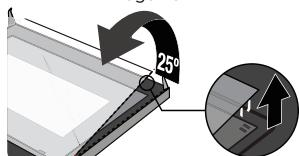

Imagen 4
4. Separe el vidrio con cuidado levantándolo aproximadamente 25 °. (Imagen 4)